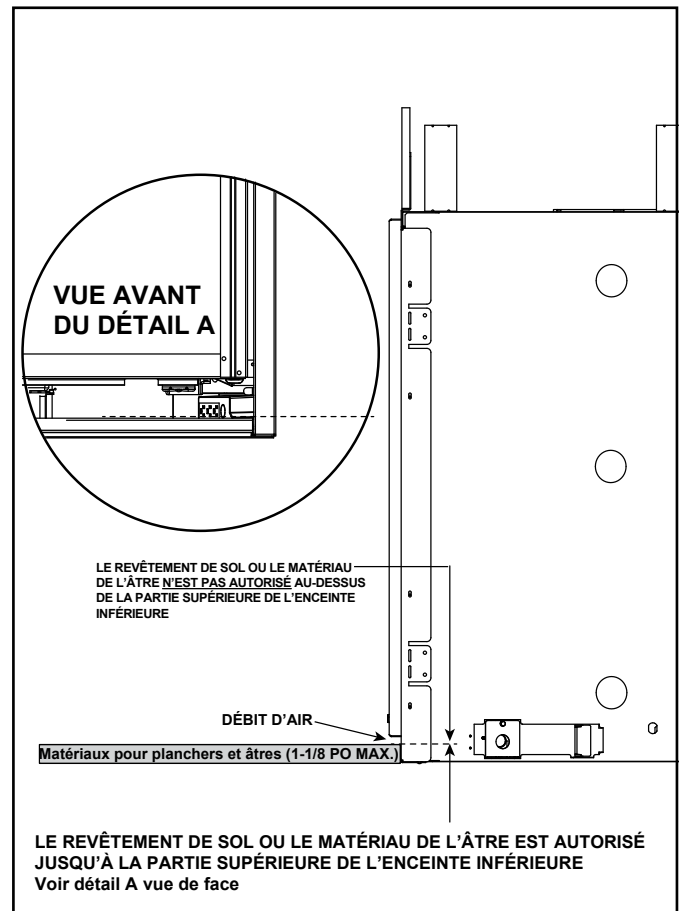

Figure 3.15 Matériaux du plancher et de l'âtre autorisés
- Les revêtements de sol et les matériaux de l'âtre sont autorisés jusqu'au sommet de l'enceinte inférieure, mais pas au-dessus, afin de permettre une bonne circulation de l'air à partir de l'appareil. Voir la figure 3.15.